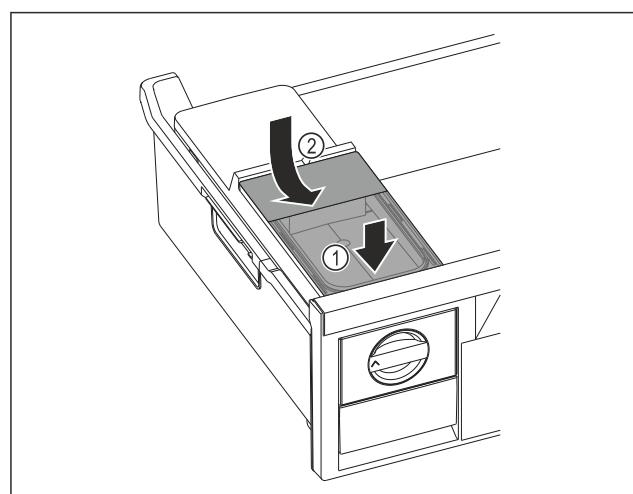

Fig. 77
- Помістити бак для води спереду. Fig. 77 (1)
- Опустити бак для води ззаду. Fig. 77 (2)